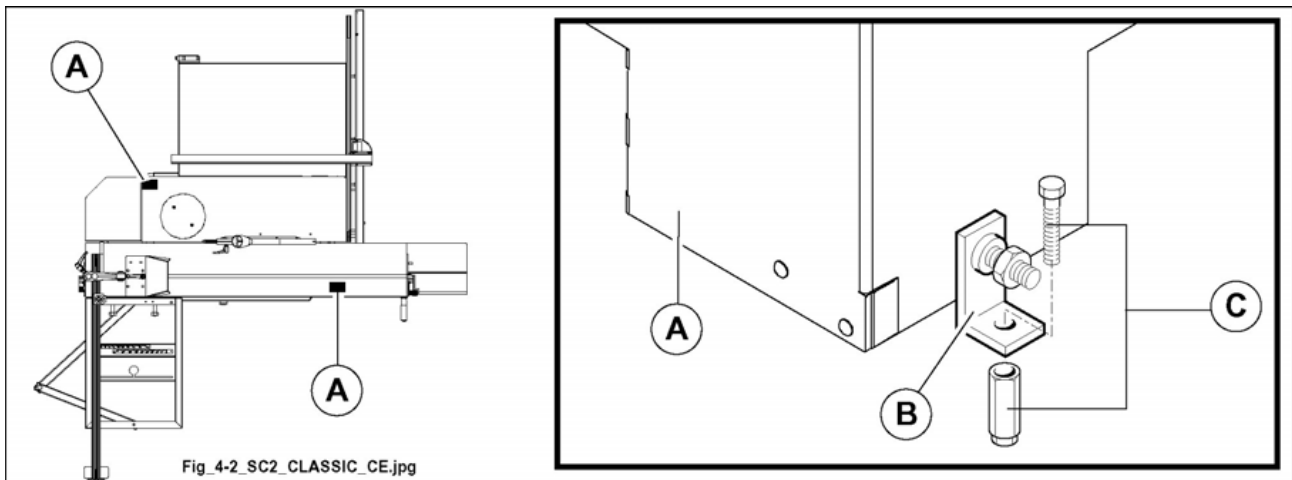

Fig. 4.2
**Fäst de medföljande vinkelstöden B (fig. 4.2) till maskinens stödfötter (fig. 4.2) och fäst till marken med hjälp av expansionskruvarna C (fig. 4.2) (medföljer ej).**